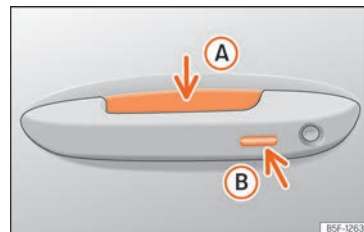

Fig. 89 Poignée de porte : surfaces sensibles.
» » fig. 89
- Saisissez la poignée de l'une des portes avant. Lorsque vous touchez la surface sensible »» fig. 89 A (flèche) de la poignée de porte, le véhicule se déverrouille.
- Appuyez *une fois* sur la surface sensible de verrouillage »» fig. 89 B (flèche) de la poignée de porte de l'une des portes avant. La porte correspondante devra être fermée.
- Appuyez *une fois* sur la surface sensible »» fig. 89 B (flèche) de la poignée de porte de l'une des portes avant. Le véhicule se ver-
- Appuyez *deux fois* sur la surface sensible »» fig. 89 B (flèche) de la poignée de l'une des portes avant pour verrouiller le véhicule non équipé du système de sécurité « Safe » »» page 117.
- Appuyez sur le bouton de verrouillage  de la radiocommande puis, dans les 5 secondes, touchez une fois la surface sensible de verrouillage de la poignée de la portière du conducteur »» fig. 89 (B). Ne saisissez pas la poignée de la portière sinon le véhicule ne se verrouillera pas. Il est également possible de procéder à la désactivation si le véhicule est verrouillé via la serrure de la porte du conducteur.
Pour **fermer à l'aide de la fonction confort** toutes les vitres électriques et le toit ouvrant, maintenez appuyé quelques secondes un doigt sur la surface sensible de verrouillage »» fig. 89 (B) (flèche) de la poignée de porte jusqu'à ce que les vitres et le toit se ferment.
Les surfaces sensibles des poignées de porte risquent d'être activées si elles reçoivent un jet d'eau ou de vapeur à haute pression si l'une de clés valides du véhicule se trouve dans la zone de proximité. Si au moins une glace à commande électrique est ouverte et que la surface sensible »» fig. 89 (B) (flèche) d'une des poignées est activée de manière permanente, toutes les glaces seront fermées.